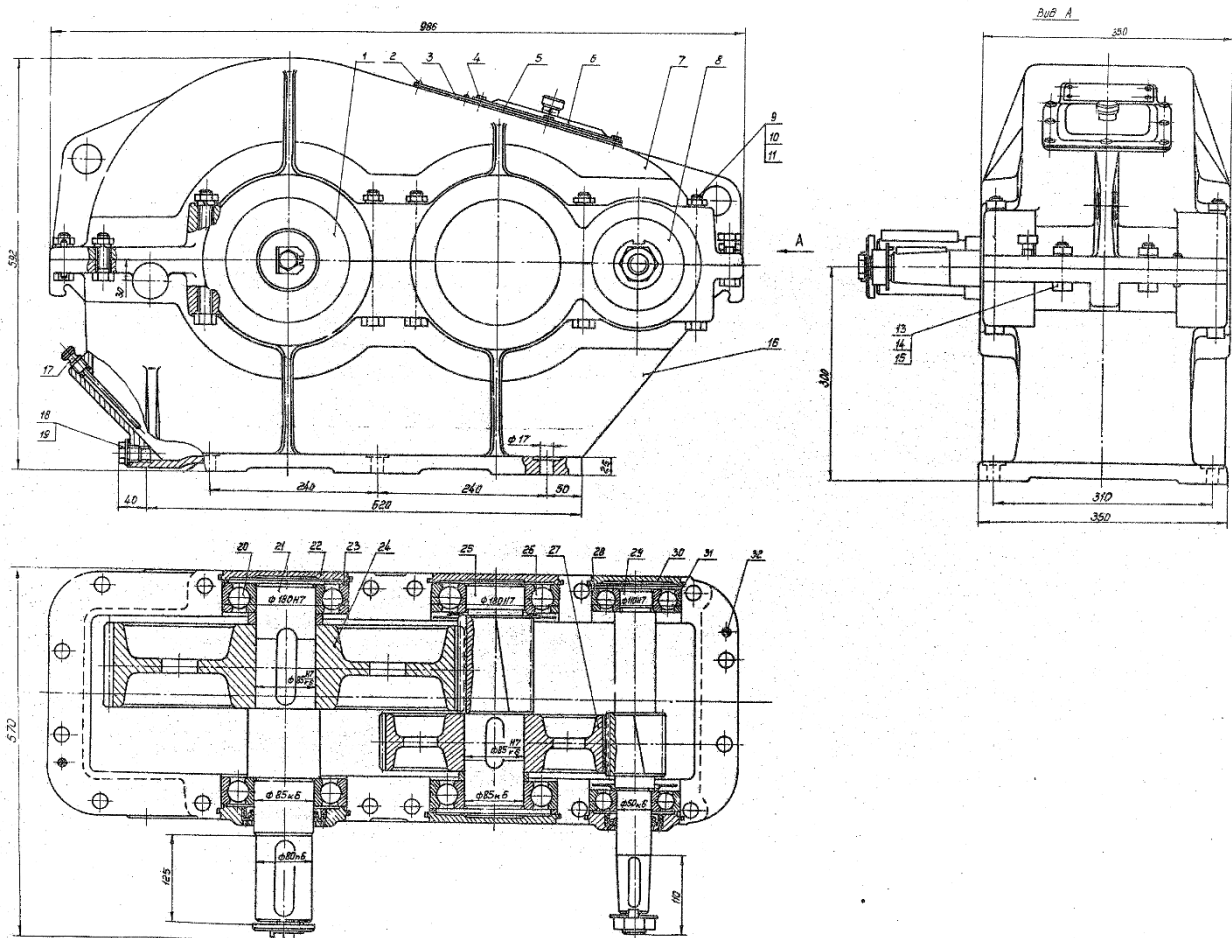

Рис. 1. Двухступенчатый цилиндрический редуктор
5. Установить подшипники и мазеудерживающие кольца на валах редуктора согласно представленным чертежам на рис. 1 и 2. Провести расчет подшипников.
Значения модулей (мм) к рис. 1